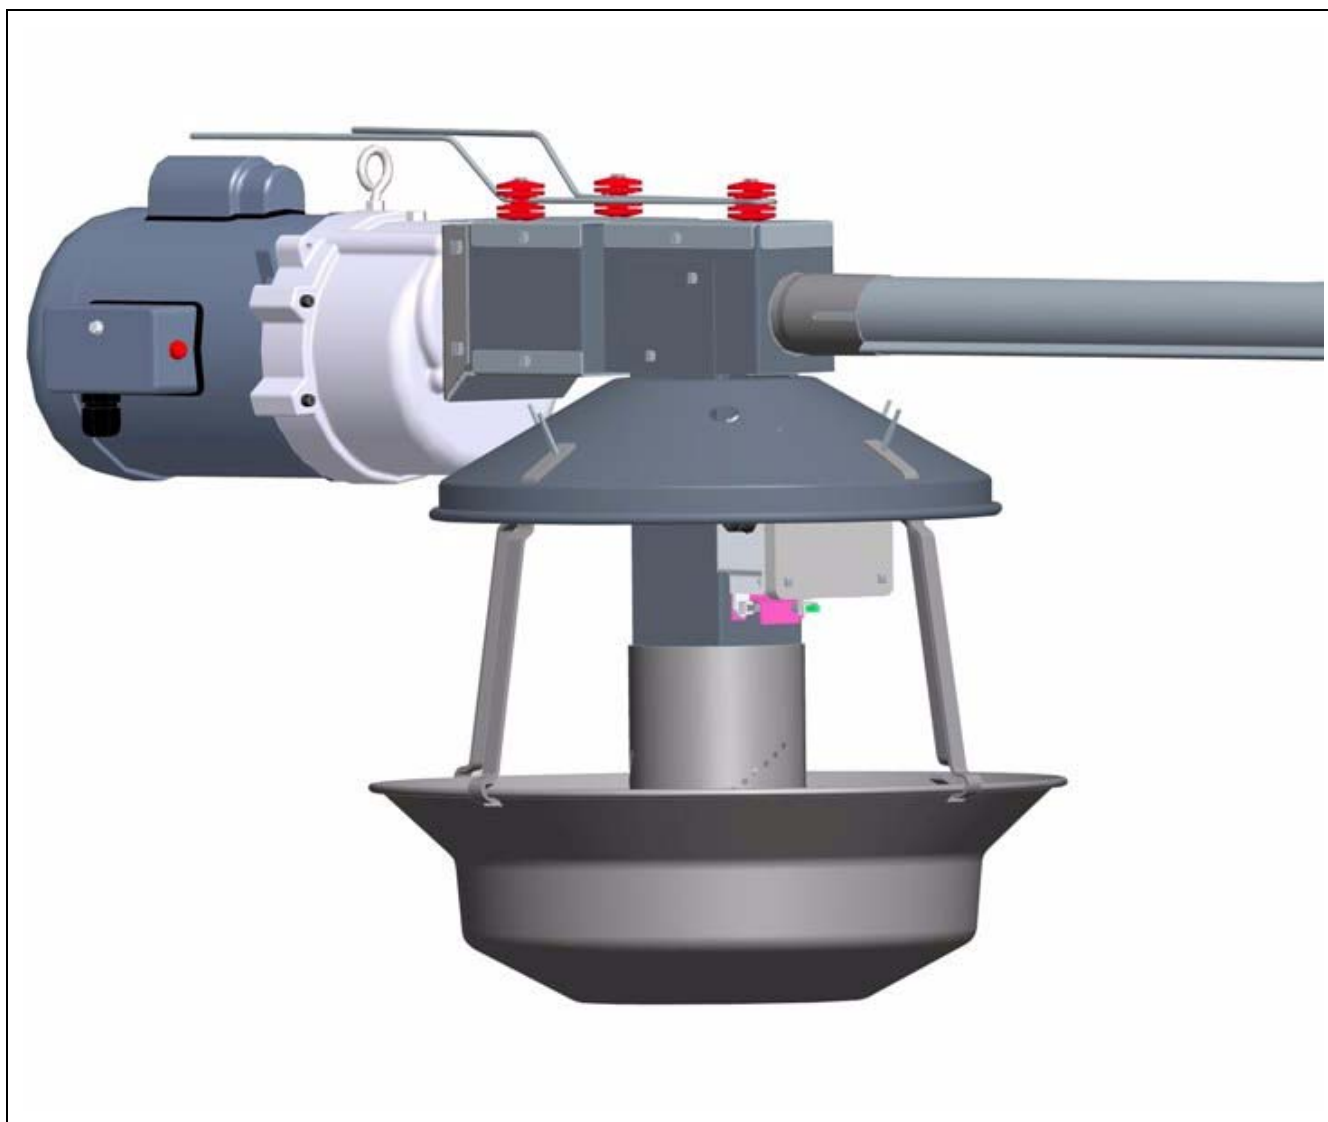

Рисунок 4АС
1. Соберите приводной блок и блок управления с помощью четырех (4) прилагающихся болтов. Может потребоваться сборка некоторых узлов блока управления. Инструкции см. в разделе по сборке лоткового питателя на стр. 14.
2. Снимите вентиляционную заглушку в верхней части редуктора и залейте шесть (6) унций прилагающейся смазки (или указанной ниже).
3. Установите конец последней секции трубы в выпускную трубку блока управления. Зафиксируйте прилагающимся U-образным болтом и изолятором в сборе, как показано на Рисунок 4АС.